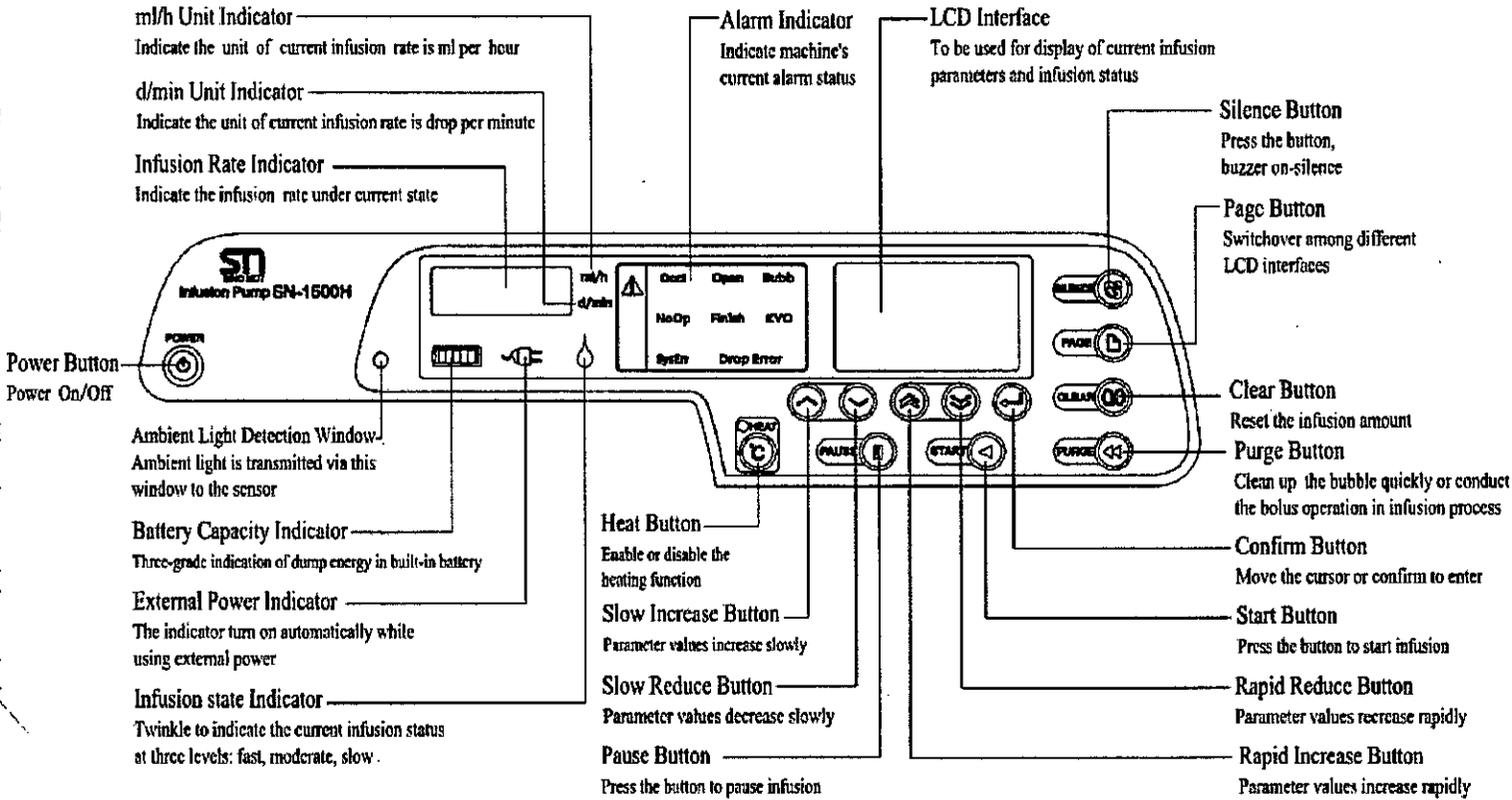

Figura 2: Diagrama esquemático de panel de control
**Panel de control** - Se utiliza para el ingreso de los parámetros de funcionamiento y la observación del estado del proceso. Para obtener más información, consulte la Figura 2 (diagrama esquemático del panel de operación).